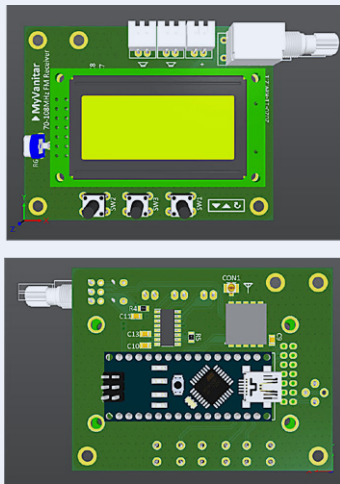

Figure 6. Vues 3D de la carte.
Les vues 3D de la carte (**fig. 6**) montrent
*Notez que les figures 6 à 9 montrent une 1ère version du circuit imprimé, mais les différences avec la carte définitive sont minimes !*